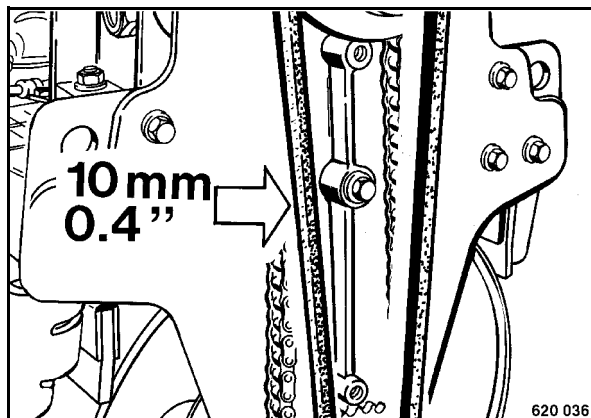

рис. 41
- Проверить состояние и натяжение клинового ремня. Заменить поврежденный клиновой ремень (рис. 41).